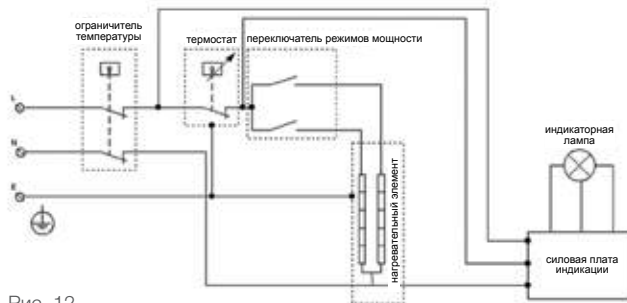

Рис. 12
6. Чтобы правильно слить воду из внутреннего бака, надо воспользоваться обратным предохранительным клапаном: открутить сливной винт обратного предохранительного клапана и перевести ручку слива в верхнее положение, при этом кран выхода горячей воды должен быть открыт, а кран подачи холодной воды в водонагреватель должен быть перекрыт. (смотри рис. 12). Никогда не сливайте воду, если ее температура выше 50°С, т.к. это может привести к ожогам.